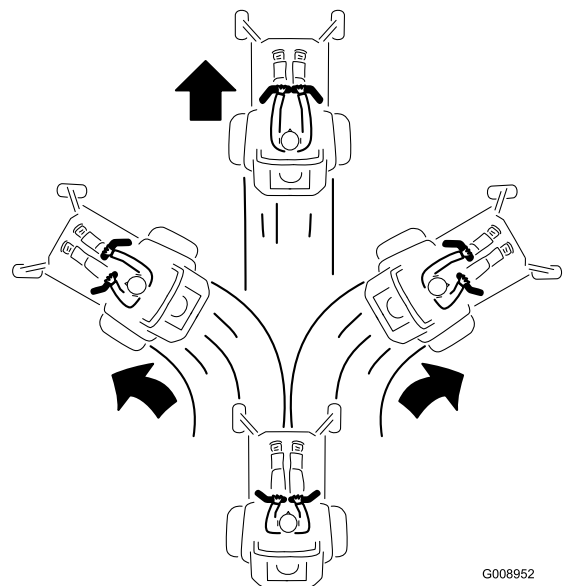

Figura 25
- Para andar para frente empurre as alavancas de controlo do movimento lentamente para a frente (Figura 25).